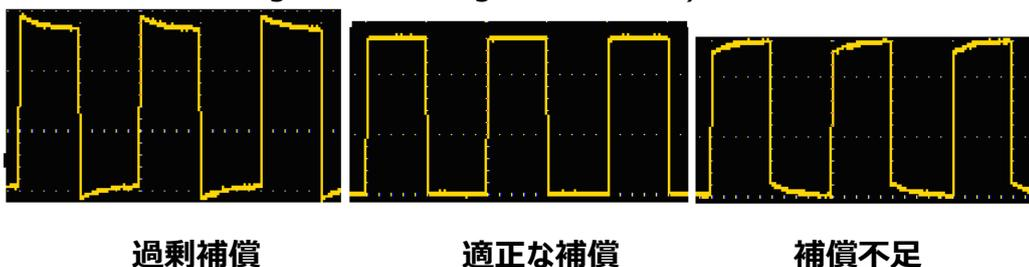
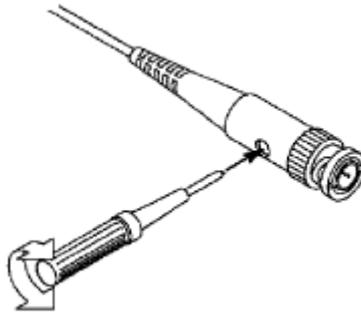

Figure 3-6 プローブ補償のときの表示波形
Figure 3-7 プローブ補償調整
2. 表示される波形を確認しながら、プローブの補償調整用トリマを回して適正になるように調整します。（Figure 3-6 と Figure 3-7 参照）